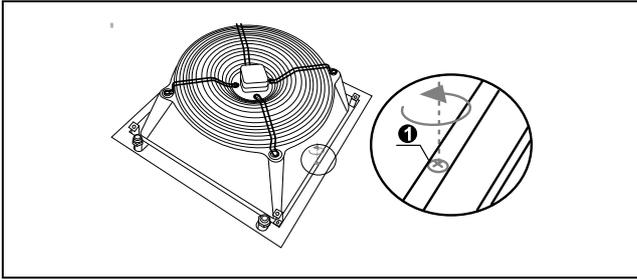

Figura 9
- Rimuovere le viti di fissaggio del convogliatore d'aria in plastica posizionate nella parte posteriore della ventilante (n. 2 viti) (Figura 9).